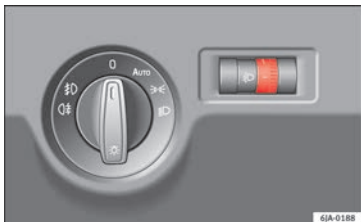

Abb. 132 Kombiinstrument: Leuchtweitenregulierung
– Drehen Sie den Regler »» **Abb. 132** bis die gewünschte Leuchtweite der Scheinwerfer erreicht ist.